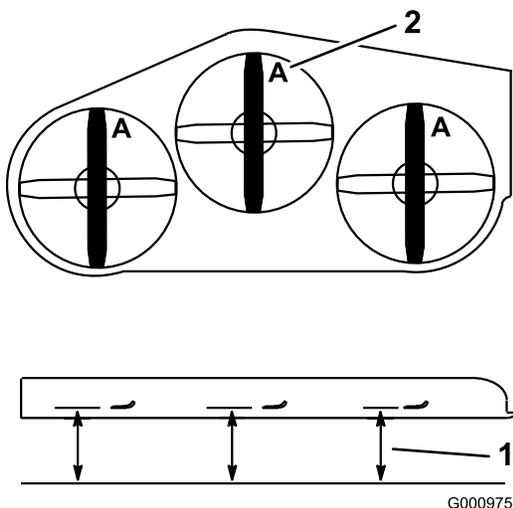

Figura 105
2. Mida desde una superficie nivelada hasta el filo de corte, posición **A**, de las cuchillas (Figura 105).